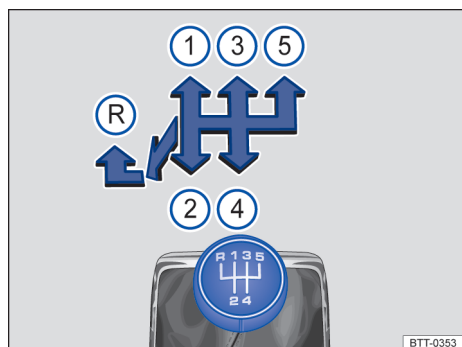

Fig. 82 Esquema de troca de marchas da transmissão manual de 5 marchas.
As posições de cada marcha estão representadas na alavanca de troca de marcha → Fig. 82.
- Empurrar a alavanca de troca de marcha totalmente para a esquerda e depois para frente até a posição da marcha a ré → Fig. 82 (R).